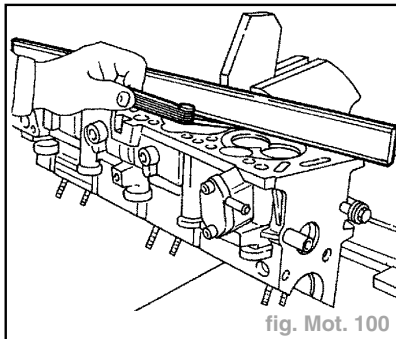

fig. Mot. 100
- Contrôler le plan de la culasse en vérifiant que la déformation ne dépasse pas la valeur prescrite (fig. Mot. 100) :